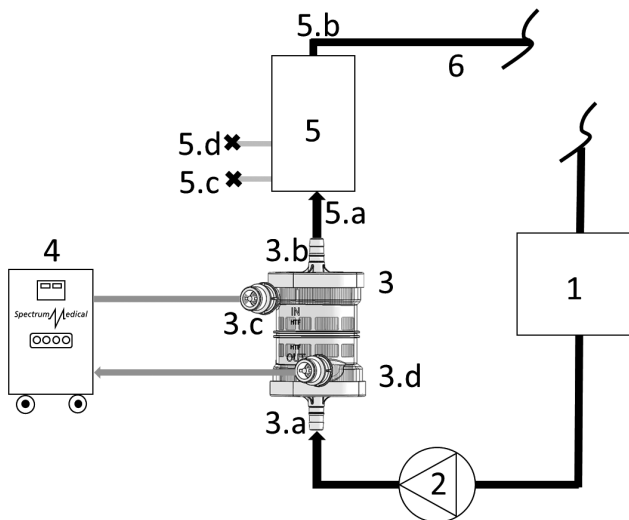

Fig. 2
- Compruebe que esté presente la junta tórica en los conectores HTF (ref. 3c y 3d Fig. 2).
4. Quite las cápsulas de protección de los conectores en el lado HTF del producto (ref. 3c y 3d Fig. 2).
5. Conecte los tubos del termocirculador Quantum Heater-Cooler System de Spectrum Medical (ref. 4 Fig. 2) al producto (ref. 3c y 3d Fig. 2), mediante los conectores hembra de empalme rápido.
2. Coloque el producto entre la bomba arterial (ref. 2 Fig. 2) y la entrada del oxigenador (ref. 5 Fig. 2) como se indica en la figura 2.
3. Quite la cápsula de protección del conector de entrada de sangre (ref. 3a Fig. 2).
5. Quite la cápsula de protección del conector de salida de sangre (ref. 3b Fig. 2).